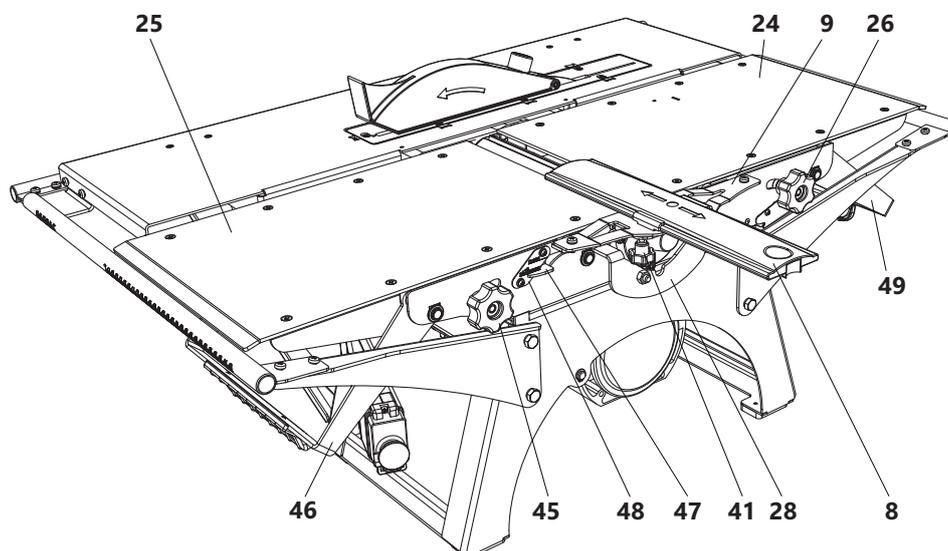

Рис. 12
Для установки строгальных столов необходимо (рис. 12):
Для установки глубины строгания необходимо (рис. 12):
- перемещением вверх/вниз ручки-рычага 46, находящейся под загрузочным столом, переместить стол на необходимую глубину строгания ($0 \div 3$ мм), совместив визир 47 на загрузочном столе с необходимым значением штриха на шкале 48 (рис. 12а);
Рис. 12а
- свести загрузочный 25 и приёмный 24 строгальные столы с помощью ручек-рычагов 46 и 49, установить на один уровень с пильным столом 23, таким образом, чтобы визир 47 указывал на значение «close» на шкале 48 (рис. 12а);